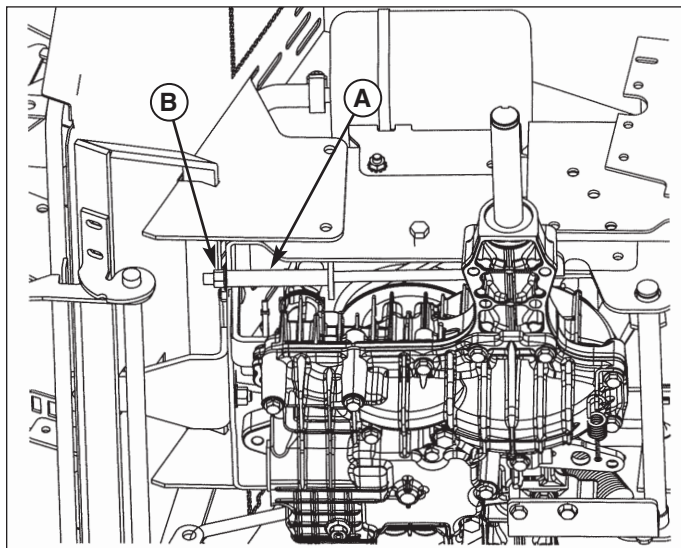

Figura 29.2. Regolazione della molla del freno (4WD)
3. Individuare la molla del freno (A, Figura 29.2) ed il dado di regolazione (B).
4. Con il freno a mano tirato, rimuovere il gap tra la molla del freno (A, Figura 29.2) ed il dado di regolazione (B).